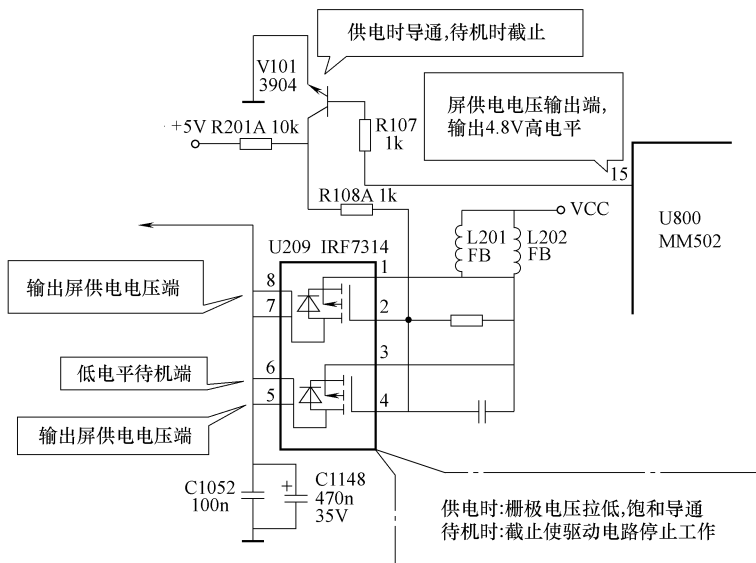

图 4-54 液晶屏供电电路控制原理分析图
(5) 液晶屏供电电路控制原理
长虹 LS10 型机心 MM502 的⑮脚为液晶屏供电输出端,通过供电脚输出 4.8V 高电平,使开关管 V101 导通,以控制开关管 U209 的两个场效应管栅的饱和或导通,从而实现开机时提供给液晶屏正常的工作电压,以及低电平待机电压,如图 4-54 所示。